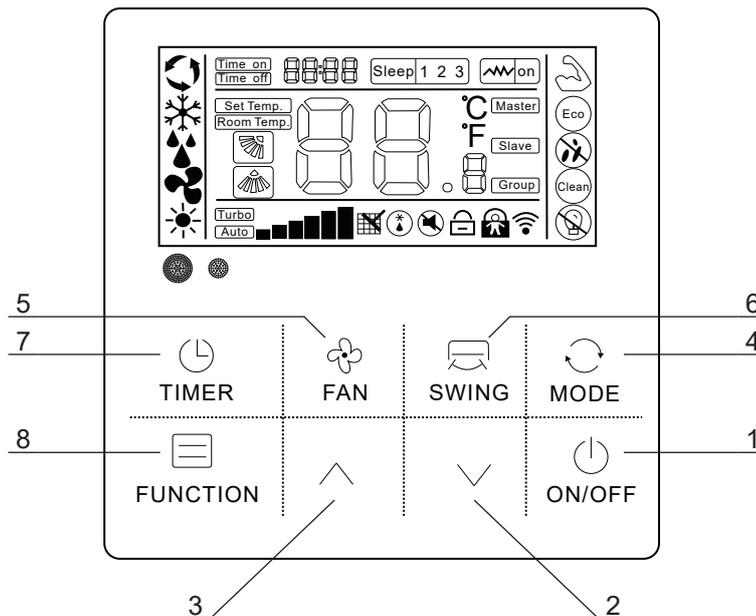

Рисунок 7 - Проводной пульт управления кондиционером
- Для управления кондиционерами с канальными внутренними блоками применяется проводной пульт управления (см. рис. 7).